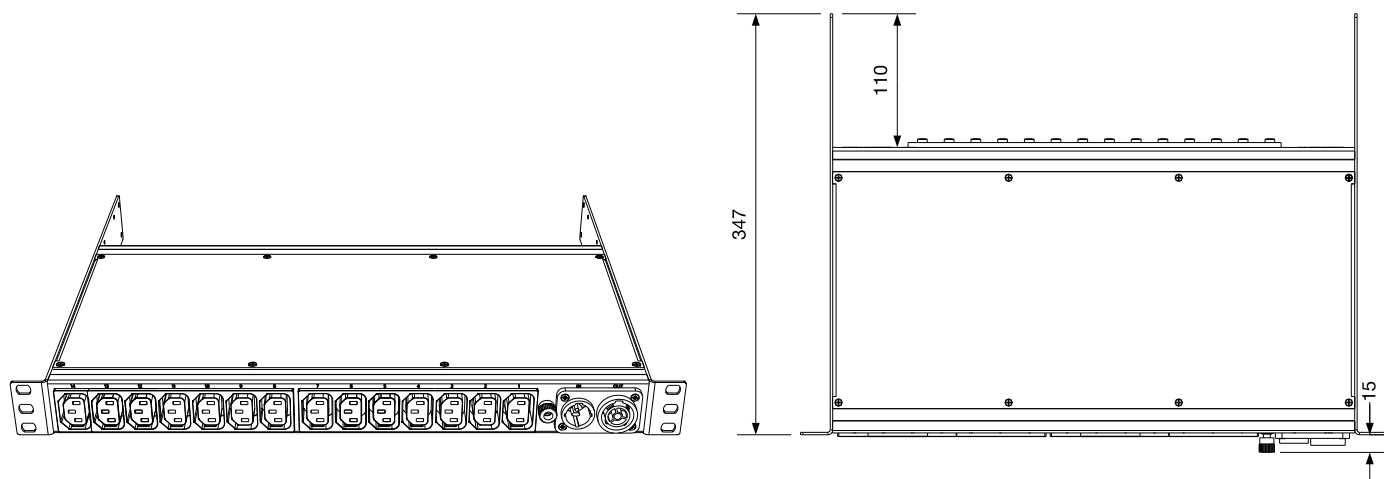

Рисунок 3
- вровень с фронтальной частью монтажного уголка (рисунок 3);